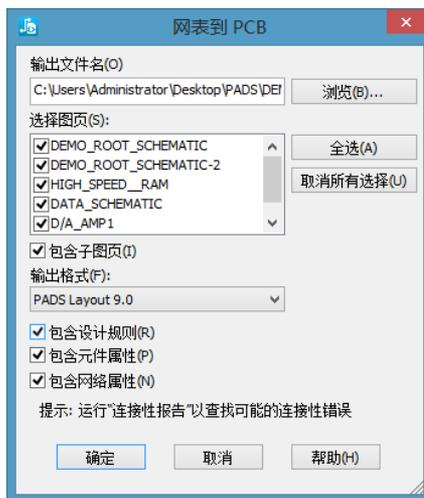

图 4-33 “网表到 PCB”对话框
(1) 执行“工具”“Layout 网表”命令，系统会打开如图 4-33 所示的“网表到 PCB”对话框。
(2) 在该对话框中，可以在“选择图页”列表框中选择需要输出网络表的原理图纸。一个项目中可能包含多张原理图纸，可以在“选择图页”列表框中选择。如果勾选“包含子图